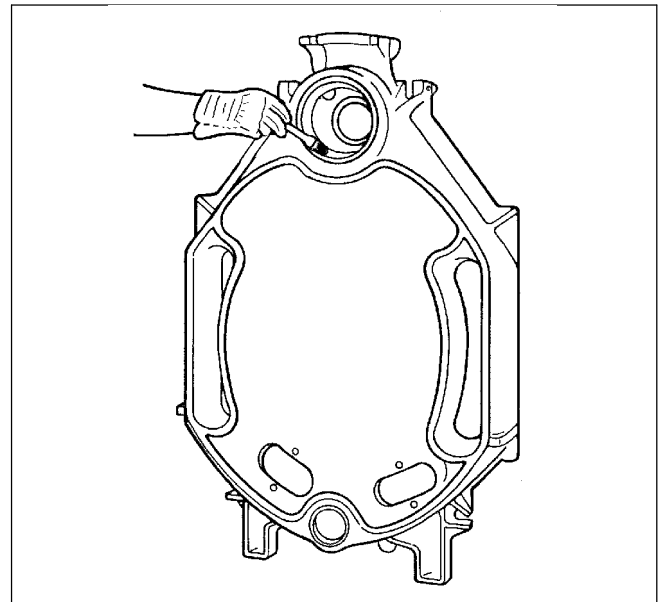

Abb. 8
- Dichtflächen der Naben mit benzingetränktem Lappen reinigen (Abb. 8).
- Dichtflächen der Naben mit Mennige einstreichen (Abb. 8).